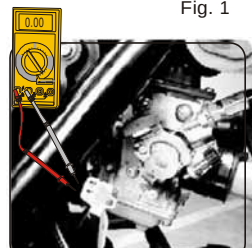

Fig. 2
- Cuando el acelerador esta operado y el Suiche Magnetico del Iman cruza con el borde recto del soporte de fijacion del Interruptor Magnetico(Fig. 2) el multmetro debera mostrar discontinuidad.